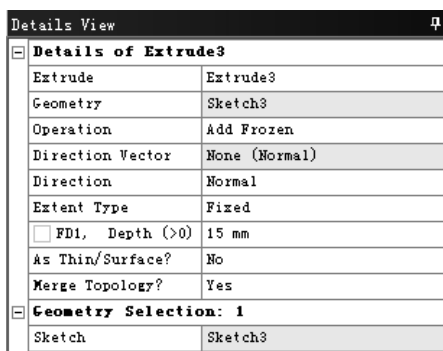

图 3.13.10 “Details View”对话框
(2) 在工具条中单击  **Extrude** 按钮, 弹出图 3.13.10 所示的“Details View”对话框, 使用草图 3 作为截面, 在 **Operation** 下拉列表中选择 **Add Frozen** 选项, 在 **FD1, Depth (>0)** 文本框中输入数值 15, 其他采用系统默认设置值。单击工具条中的  **Generate** 按钮, 完成拉伸特征 3 的创建。